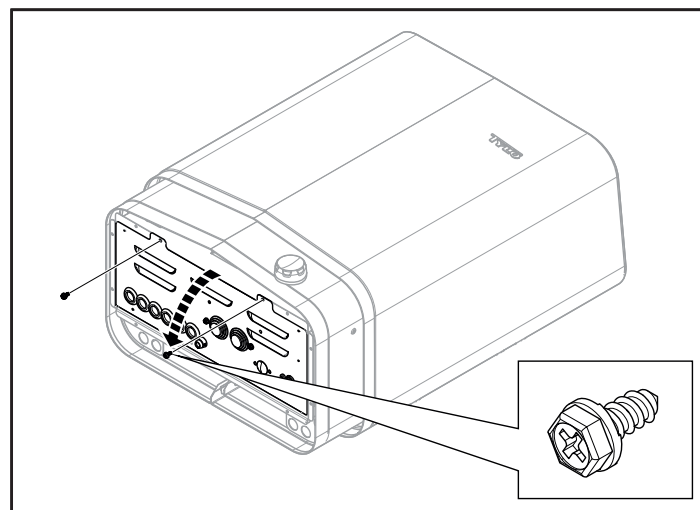

Рисунок 8: Открытие/закрытие крышки
2. Открутите винты и откройте крышку (см. Рисунок 8).
- Закройте крышку и затяните винты (см. Рисунок 8).